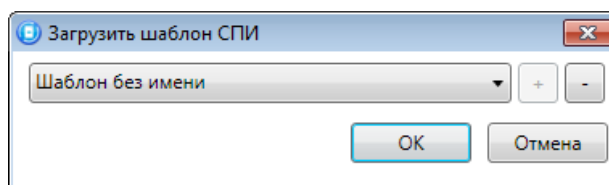

Рис. 6.4. Окно *Загрузить шаблон СПИ*
- *Загрузить шаблон настроек:* открытие окна *Загрузить шаблон СПИ* (Рис. 6.4), с помощью которого можно сконфигурировать контроллер по предварительно созданному шаблону. Для того чтобы применить шаблон,